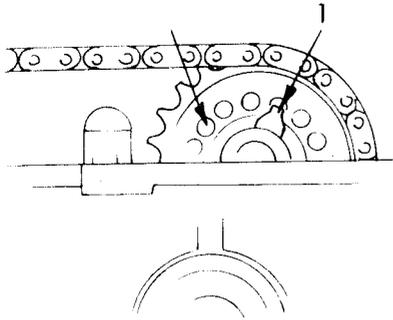

Bild 60
- Den Motor jetzt durchdrehen, bis sich zwei der Löcher im Kettenrad und im Nockenwellenflansch genau gegenüberstehen, so dass man die Verbindungsschraube einschieben kann (Bild 60). Falls es vorkommt, dass das Sicherungsblech der Kettenradmutter in das einzig fluchtende Loch eingesetzt wurde, ist das Sicherungsblech entsprechend zu versetzen.